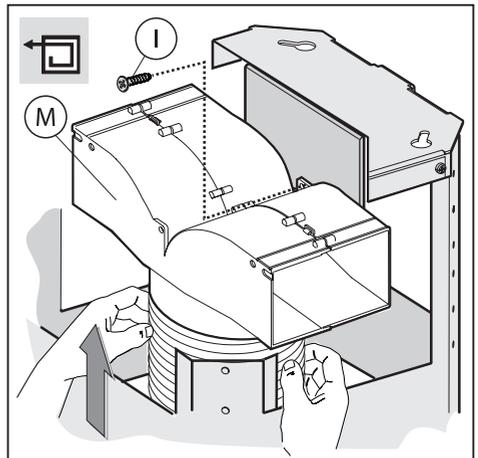
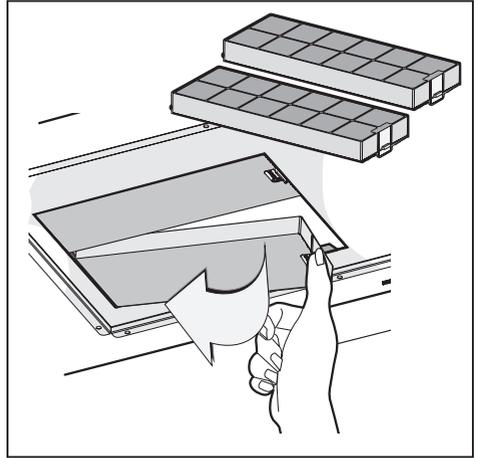
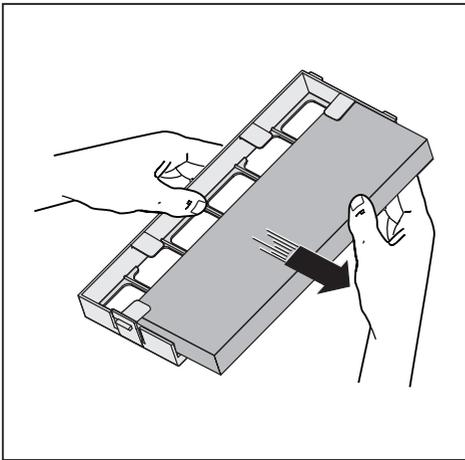

Fig.8
Fig.17
Fig.18
•**Versione filtrante:** abbiamo disponibili due tipi diversi di Kit, uno con filtri a carbone a cassetta (Fig.17) e l'altro con i filtri al carbone rigenerabili (lavabili) (Fig.18).
-Collegare il tubo flessibile al deflettore **M** e fissare la vite **I** come indicato in Fig.8, i filtri al carbone attivo devono essere applicati al gruppo aspirante posto all'interno della cappa (Fig.17).